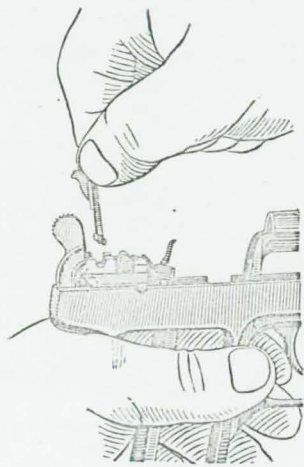

Рис. 22. Присоединение передающего рычага
7. Присоединить передающий рычаг. Удерживая пистолет левой рукой, большим и указательным пальцами правой руки взять передающий рычаг длинной цапфой к себе и в вертикальном положении (рис. 22) вставить цапфы в цапфенные гнезда. Повернуть передающий рычаг и нажимать на его верхний выступ вниз до получения щелчка. При этом нижний выступ должен упереться в замедлитель, а отражатель — встать над ним.